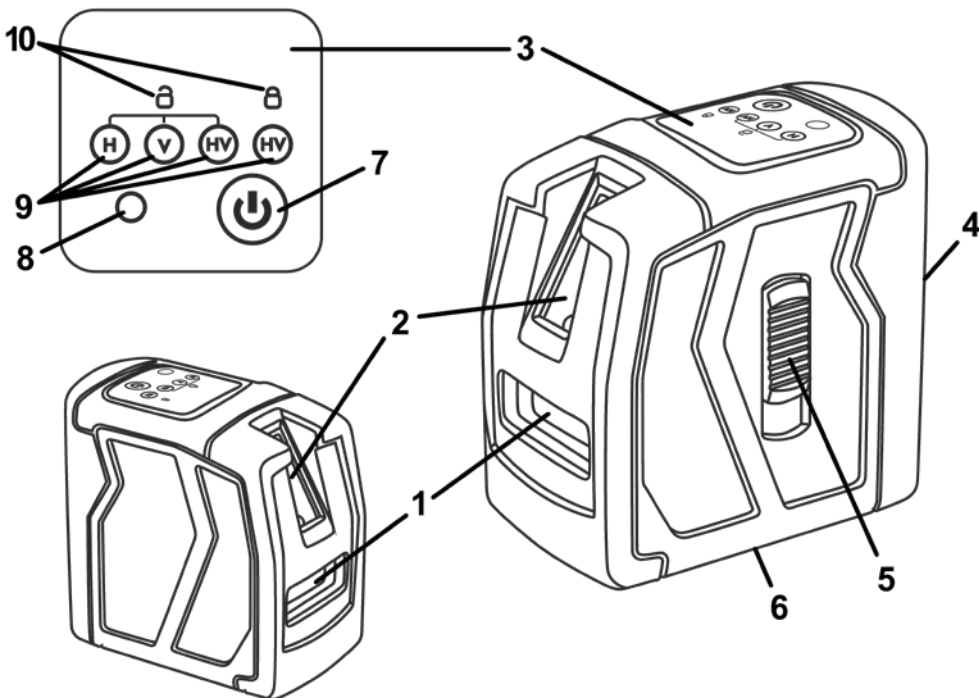

Рисунок 1
3.3.1 Встановіть прилад коло стіни «А» на штатив або встановіть його на тверду рівну поверхню. Увімкніть прилад для роботи з автоматичним нівелюванням (клавіша розблокування маятникового механізму переведіть в положення «UNLOCK»). Оберіть режим роботи, в якому горизонтальна та вертикальна лазерні площини будуть випромінюватися. Для цього три рази натисніть на кнопку вибору режиму (7, рисунок 1) на панелі керування (3, рисунок 1) (цей режим на панелі позначений як оранжевий колір індикатора (8, рисунок 1) з розблокованим маятниковим механізмом приладу).
3.4.1 Встановіть прилад посередині між стінами «А» та «В» на кріпленні чи на штативі або поставте його на тверду рівну поверхню. Увімкніть прилад для роботи з автоматичним вирівнюванням та оберіть режим роботи з горизонтальним променем. Для цього при вимкненому приладі один раз натисніть на кнопку вибору режиму (7, рисунок 1) на панелі керування (3, рисунок 1) (цей режим на панелі позначений як зелений колір індикатора (8, рисунок 1) з розблокованим маятниковим механізмом приладу). Зачекайте, поки промінь автоматично вирівнюється.
3.5.1 Встановіть прилад на відстані 2,5 метра від дверного отвору на твердій, рівній поверхні (не на штативі). Увімкніть прилад у режимі автоматичного вирівнювання. Оберіть вертикальний режим роботи (при вимкненому приладі два рази натисніть на кнопку вибору режиму (7, рисунок 1) на панелі керування (3, рисунок 1) (цей режим на панелі позначений як червоний колір індикатора (8, рисунок 1) з розблочкованим маятниковим механізмом приладу). Зачекайте, поки промінь автоматично вирівняється.
- перевірте роботу перемикача блокування маятникового механізму (5, рисунок 1), вона повинна бути чіткою, без заїдань;
Для роботи в режимі автоматичного вирівнювання необхідно перевести клавішу розблокування маятникового механізму (5, рисунок 1) в положення . Прилад увімкнеться в режимі автоматичного вирівнювання, при цьому лінії випромінювання площини автоматично вирівнюються у горизонтальному та вертикальному положенні (рисунок 11).
Якщо під час увімкнення приладу в режимі автоматичного вирівнювання лазерні промені не світяться, а індикації немає – це означає, що відхилення приладу від вертикалі/горизонталі більш як 4° , вирівняйте прилад. Вимкнення виконується натисканням на кнопку (7, рисунок 1).
Для побудови похилих ліній переведіть клавішу розблокування маятникового механізму (5, рисунок 1) в положення .
Натисніть чотири рази на кнопку вибору режиму (7, рисунок 1) на панелі керування (3, рисунок 1) для увімкнення режиму побудови похилих площин (цей режим на панелі позначений як оранжевий колір індикатора (8, рисунок 1) з заблокованим маятниковим механізмом приладу). Лазерний рівень в цьому режимі випромінює лазерні промені, але налаштування точності не відбувається, тому що маятник заблокований. Даний режим роботи приладу використовується для побудови похилих ліній з довільними кутами нахилу.